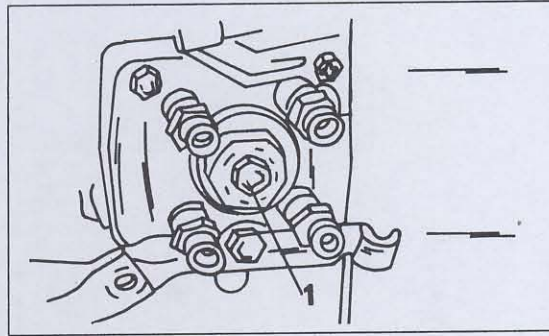

Bild 199
- Den Stopfen in der Mitte der vier Einspritzleitungen an der Pumpe herausdrehen (Bild 199),
- Die Spezialwerkzeuge abmontieren und den Stopfen in Bild 199 mit einem neuen Dichtring einschrauben.